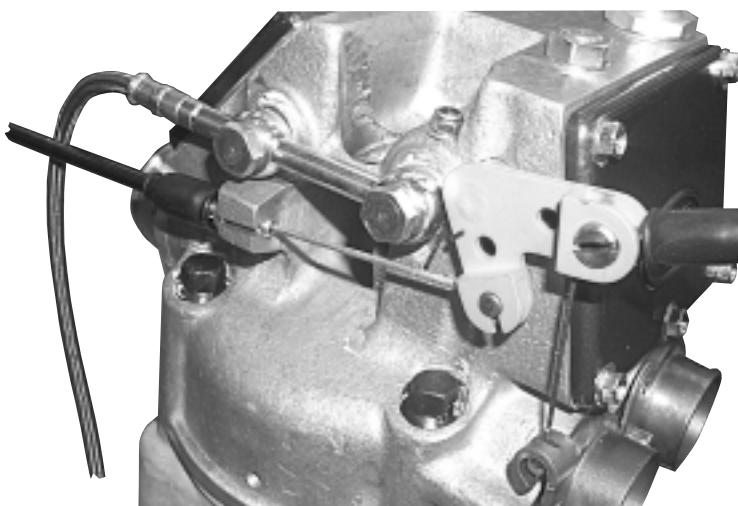

Fig. 41
2. Utilizzando il registro "B" portare il gioco del cavo a 1,5 mm. (Fig.41).
Utilizing register "b" taking game of cable at **1,5 mm.** (Fig. 41).
Jetzt durch Stellelement "B" das Kabelspiel auf **1,5 mm.** bringen (Abb.41).